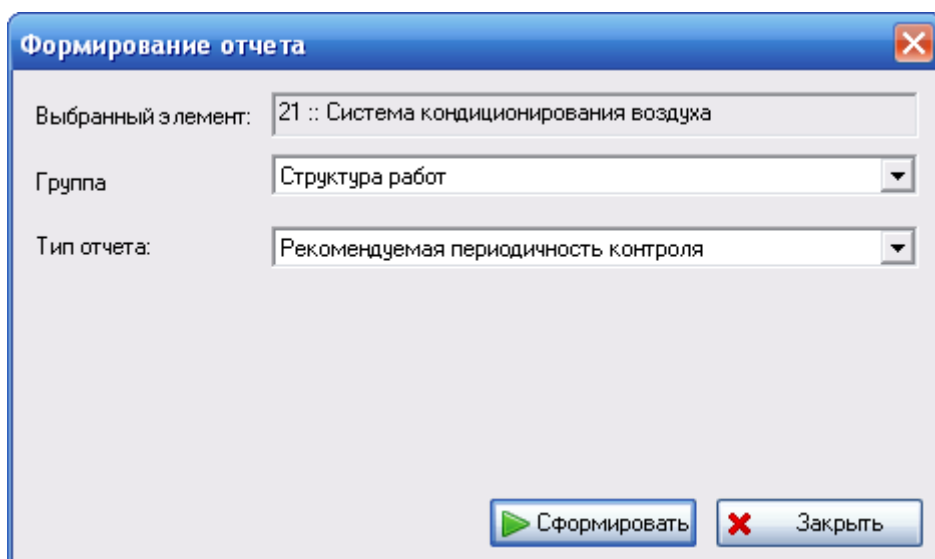

Рис. 6-5
2. На панели инструментов нажмите на кнопку **Создать отчет** . После этого откроется окно **Формирование отчета** (рис. 6-5).